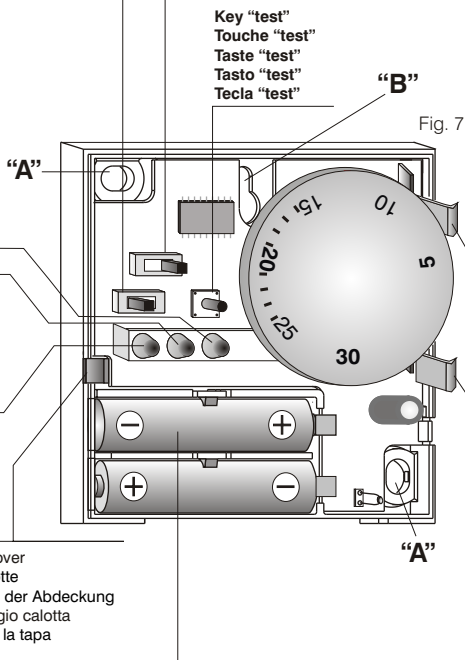
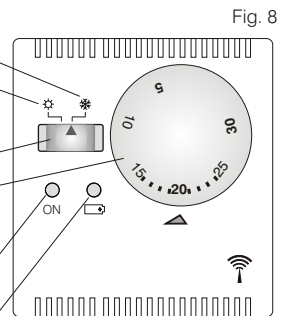

Fig. 7
Fig. 8
- Fissare la base del termostato alla parete utilizzando i fori **A-A** o il foro **B** (fig. 7).
Con la calotta del termostato asportata, inserire nelle apposite sedi (fig. 7) **due batterie alcaline da 1,5 V tipo AAA (LR03)**, prestando attenzione alle polarità.
Premere il tasto "test" fino alla accensione del LED "test", quindi rilasciarlo (fig. 7).
Mantenere premuto il tasto "test" fino alla comparsa di **3 brevi lampeggi** del LED "test", quindi rilasciarlo (fig. 7).
Terminate le operazioni di installazione, verificare che il selettore Estate/Inverno ed il suo tasto a slitta posto sulla calotta (fig. 7 e fig. 8), siano nella stessa posizione (es.: a sinistra = Estate); quindi posizionare la calotta sul termostato e premere fino allo scatto del gancio di bloccaggio.